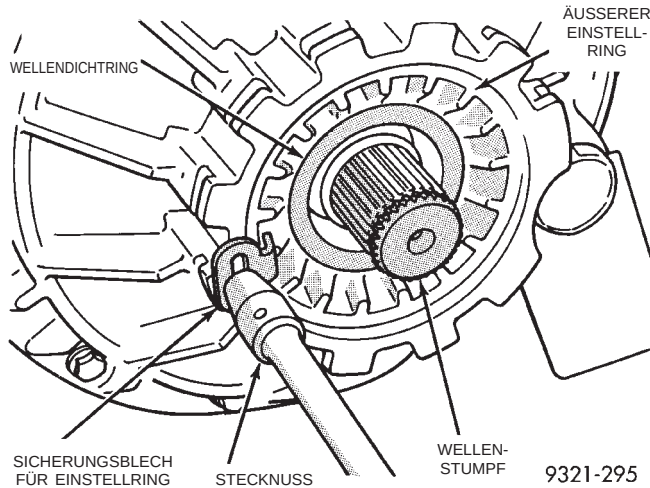

Abb. 57 Sicherungsblech für äußeren Einstellring entfernen
(4) Sicherungsblech für äußeren Einstellring entfernen (Abb. 57).